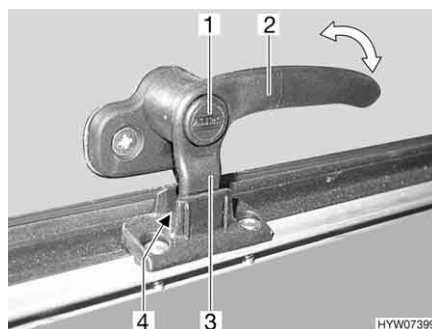
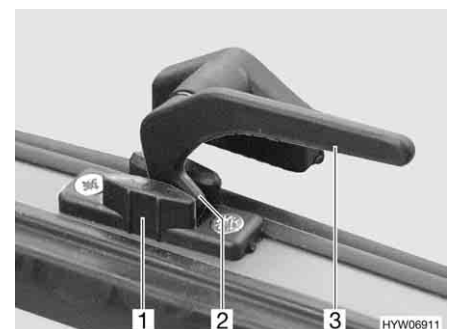

Bild 81 Låsarm med låsknapp i läget "kontinuerlig vädring"
Bild 82 Låsarm i läget "kontinuerlig vädring"
- I läget "kontinuerlig vädring" (Bild 81 och Bild 82)
- Tryck på låsknappen (Bild 81,1) om sådan finns och håll den nedtryckt.
- Sväng låsarmen (Bild 81,2 eller Bild 82,3) ett kvarts varv mot fönstrets mitt.
- Vrid tillbaka låsarmen. Därvid måste låsarmens låsspak (Bild 81,3 eller Bild 82,2) föras in i spåret på fönsterlåsen (Bild 81,4 eller Bild 82,1).
- Släpp låsknappen (Bild 81,1) om sådan finns.